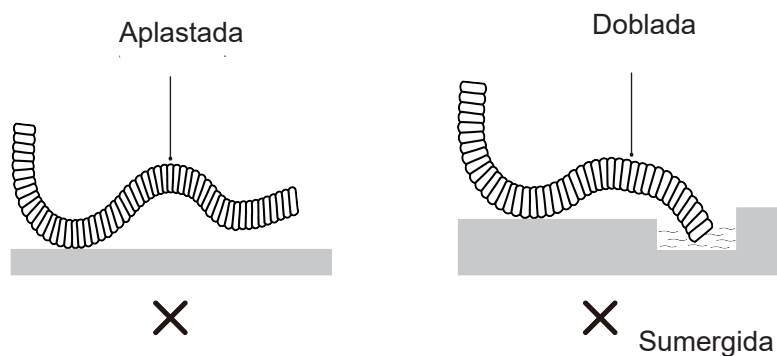

Fig. 4.4
- (1) Para un drenaje adecuado, la tubería de drenaje deberá instalarse con una pendiente descendente.
- (2) No aplaste ni doble la tubería de drenaje, ni sumerja su extremo en el agua. (Fig.4.4)
- (3) Envuelva la tubería de drenaje con material resistente al calor.
- (4) No está permitido conectar la tubería de drenaje de condensado a la tubería de aguas residuales ni a otras tuberías que puedan producir corrosión o desprender un olor peculiar, para evitar que el olor entre en la habitación o se dañe la unidad.
- (5) No está permitido conectar la tubería de drenaje de condensado a la tubería de agua de lluvia, para evitar que el agua de lluvia entre en la habitación y cause lesiones o daños materiales.
- (6) La tubería de drenaje de condensado se debe conectar a un sistema de drenaje especial para el aire acondicionado.